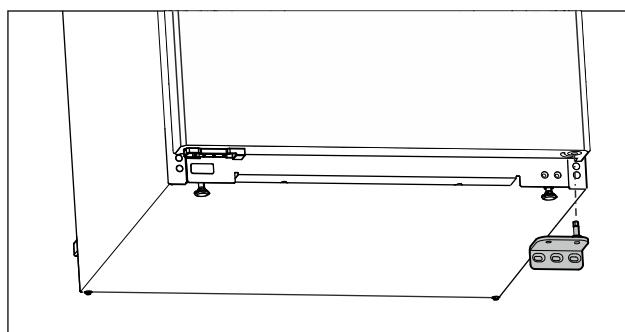

Fig. 7
- Зніміть опорний кронштейн у напрямку вниз. (див. Fig. 7)